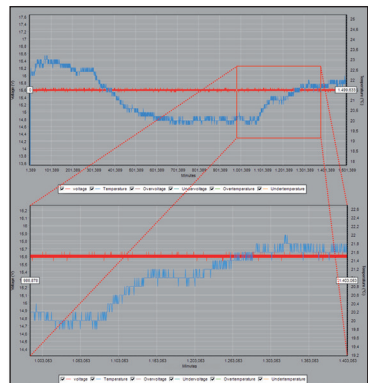

Abbildung 19: Beispiel hineinzoomen
Schritt 7b. Neben dem "Bedienfeld für die grafische Navigation" kann auch mithilfe der Maus durch die Grafik navigiert werden. Durch - mit der linken Maustaste gedrückt - von links oben nach rechts unten über den zu untersuchenden Bereich zu ziehen, wird der ausgewählte Bereich hineingezoomt. Es kann herausgezoomt werden durch - mit der linken Maustaste gedrückt von rechts unten nach links oben zu ziehen oder durch Betätigung der Schaltfläche "Unzoom". Ein hereingezoomtes Beispiel ist in Abbildung 19 zu sehen.